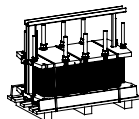

Fig 1a
- Respectez les consignes d'élingage (Fig. 1a + 1b + 2).